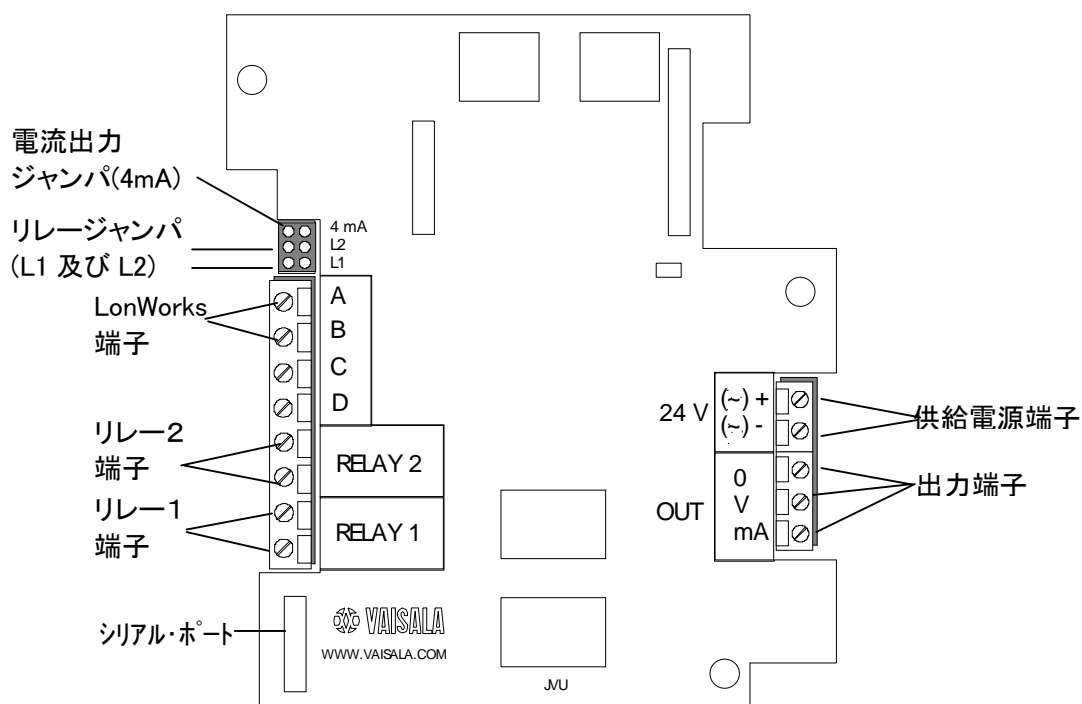

図6 電氣的接続およびジャンパ
1. 公称値 24 V の電源ケーブルをマザーボード上の「+」および「-」端子に接続します(右手側、図6参照)。
2. アナログ出力ケーブルを以下に接続します(図6参照):
電流出力を選ぶ場合は、電流出力ジャンパで出力範囲を選択します(図6参照)。4~20mA の場合はジャンパを接続(既設定)、0~20mA の場合はジャンパを外します。
リレー出力を用いる場合、配線はマザーボード上の左側にある端子で行います(図6参照)。CO₂濃度があらかじめ設定された値(トリガポイント)を越えると、リレースイッチが動作(ON)します。この時、対応するリレージャンパ(L1 または L2)を外すとリレースイッチは反転します。